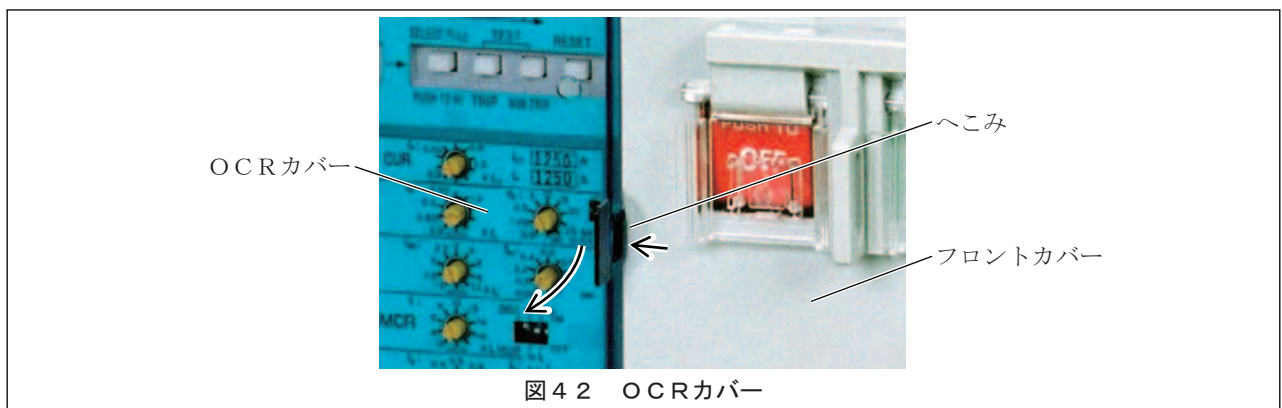

図42 OCRカバー
- 2) 図42に示すOCRカバーの右端のフロントカバーへこみに指を入れ、OCRカバーを左に押し開き止めの掛かりを外し、OCRカバーを開きます。OCRカバー施錠時は、開錠してからOCRカバーを開きます。